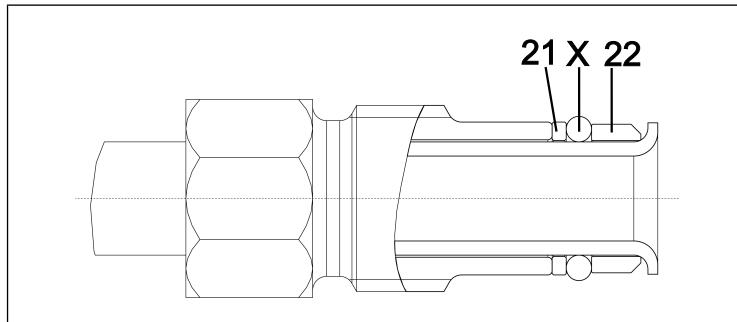

Fig.18: Placement correct du joint torique
i Lors du remplacement des joints toriques, veillez à bien positionner les nouveaux joints toriques (entre manchon (22) et coussinet de glissement (21 Fig. 18).